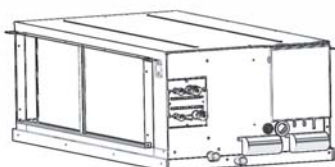

Рис. 12
- 7) Установите воздухоподводящий надлежащим образом (Рис. 12).